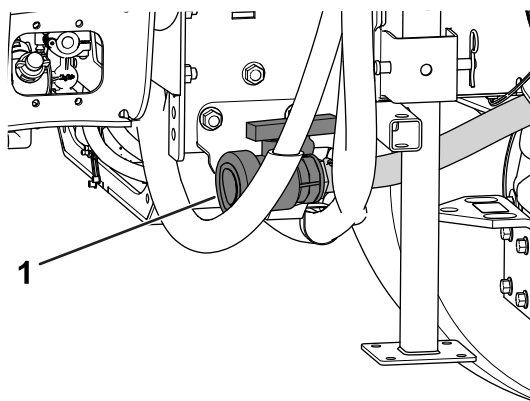

Figura 76
2. Localize a válvula de escoamento do depósito no lado direito da máquina (Figura 76).